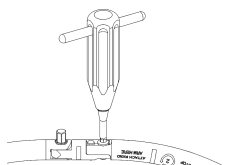

Figura 5
- Utilizzando la **chiave esagonale (ML-0505)**, stringere la vite sul semianello per fissare il gruppo (Figura 5 e 6).